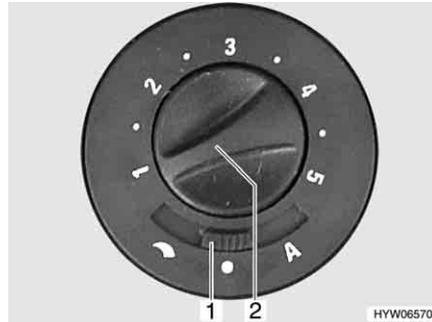

Fig. 127 Interruttore di comando per la ventola di ricircolo dell'aria
- Posizionare l'interruttore a scorrimento (Fig. 127,1) su "1" (regolazione manuale) o "A" (funzionamento automatico).
- Impostare con la manopola (Fig. 127,2) la prestazione desiderata della ventola di ricircolo dell'aria (regolazione manuale) oppure limitarla (funzionamento automatico).
- Posizionare l'interruttore a scorrimento (Fig. 127,1) su "●" (spento).